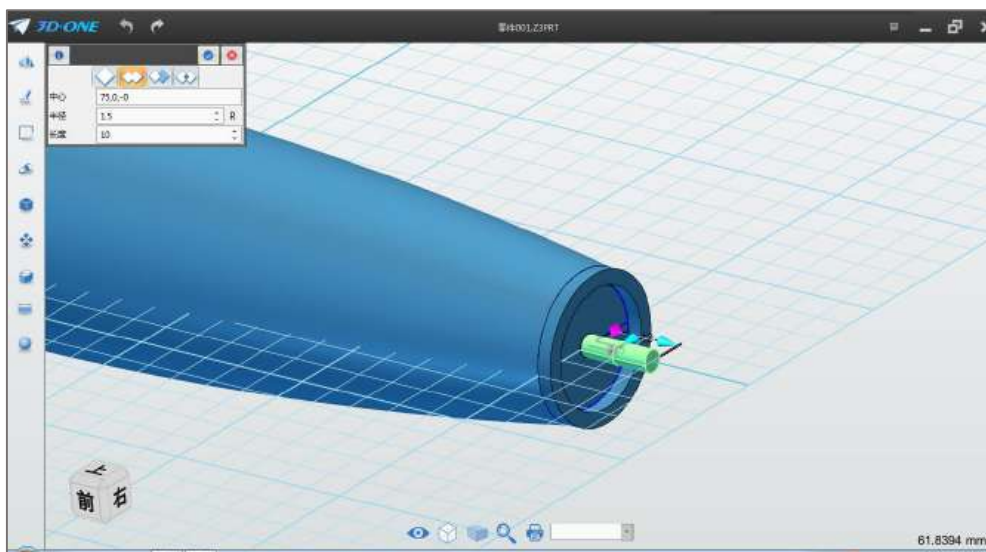

图 2-6
Step 6 选择基体圆柱命令 ，布尔运算设为加运算，中心选择飞机头部圆面圆心，半径设为 1.5，长度设为 10，如下图 2-6 所示：